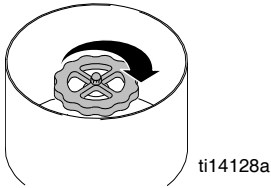

**ABB. 2**
1. Rohrdichtmittel auf das Anschlussstück (64) auftragen und das Anschlussstück in den neuen Gasregler (10) schrauben. Die Verbindung gasdicht festdrehen.
**HINWEIS:** Darauf achten, dass der Ausgang (OUT) des Reglers am Anschlussstück (64) angeschlossen ist. **Siehe ABB. 2.**
2. Rohrdichtmittel auf den Rohrkrümmer (142) auftragen und den Krümmer in den neuen Gasregler (10) schrauben. Die Verbindung gasdicht festdrehen.
**HINWEIS:** Darauf achten, dass der Eingang (IN) des Reglers am Rohrkrümmer (142) angeschlossen ist. **Siehe ABB. 2.**